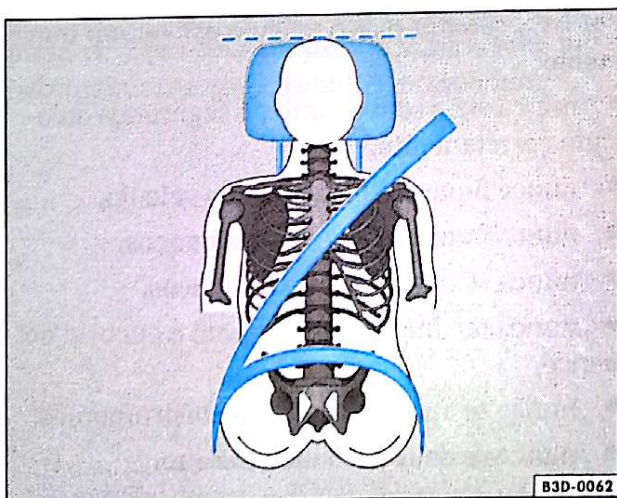
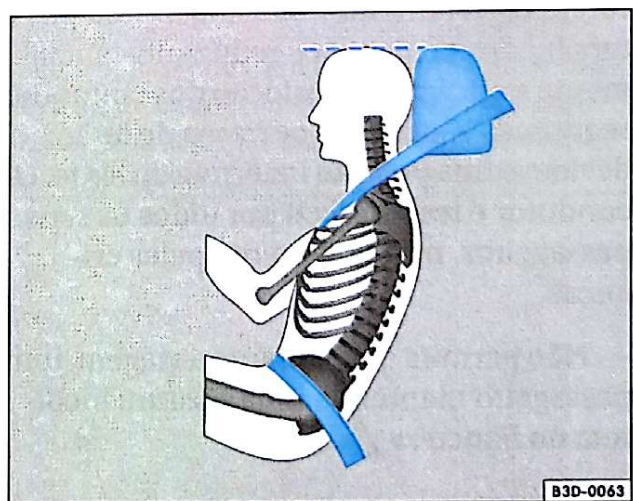

Fig. 2 Apoio para cabeça corretamente ajustado visto de frente
Fig. 3 Apoio para cabeça corretamente ajustado visto de lado
- Ajuste os apoios para cabeça, de forma que a parte superior do encosto fique no mesmo nível ou o mais próximo possível da parte mais alta da sua cabeça ⇒ **fig. 2** e ⇒ **fig. 3** ⇒